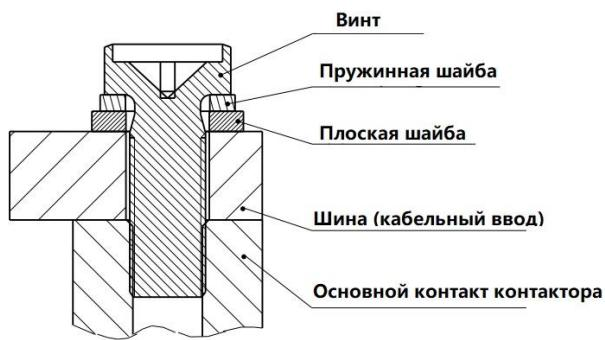

Рис. 1 Схема подключения шины
9. Когда изделие подключено к одной или нескольким проводящим медным шинам, убедитесь, что проводящие шины плотно прилегают к поверхности контактной клеммы (проводящие медные шины с большим током должны располагаться ближе к поверхности контактной клеммы. Если имеется несколько медных шин, дальше от клеммы располагаются шины с малым током), а затем плоские шайбы, пружинные шайбы и винты. Неправильная последовательность подключения может привести к сильному перегреву. См. рисунок 1.